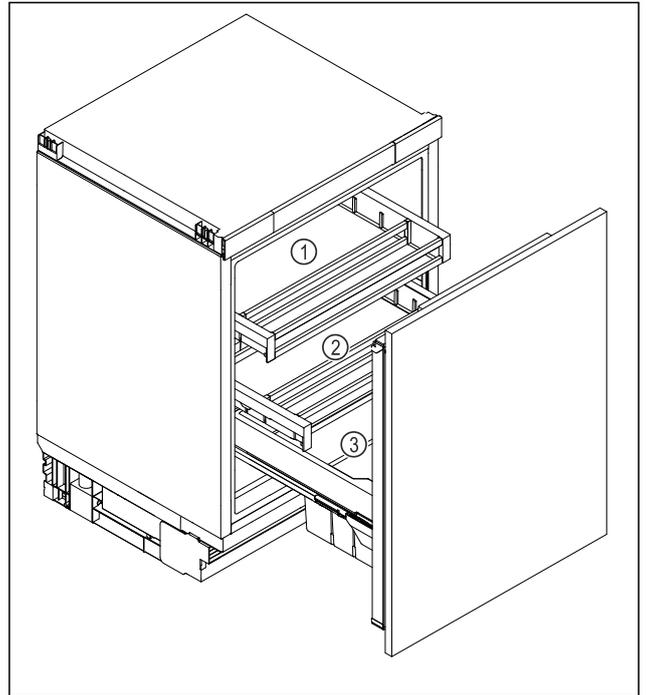

Fig. 6
- Cassetto superiore Fig. 6 (1): Conservare burro, formaggio, conserve e tubetti.
- Cassetto inferiore Fig. 6 (2): Conservare gli alimenti facilmente deperibili, come pietanze pronte, pesce, carne e insaccati.
- Vaschetta frutta e verdura Fig. 6 (3): Conservare frutta e verdura confezionata.
- Vano bevande Fig. 6 (3): Conservare bottiglie singole.